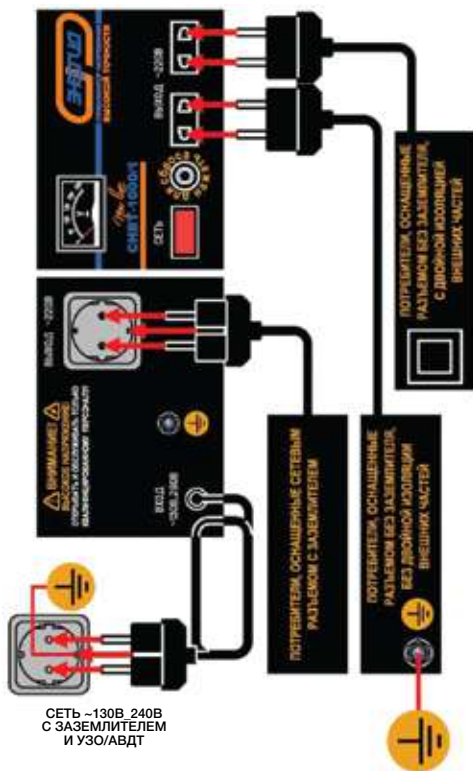

Рис. 8. Требования электробезопасности при подключении.
10.3.4. Подключаемые потребители должны иметь (рис. 8, 9):